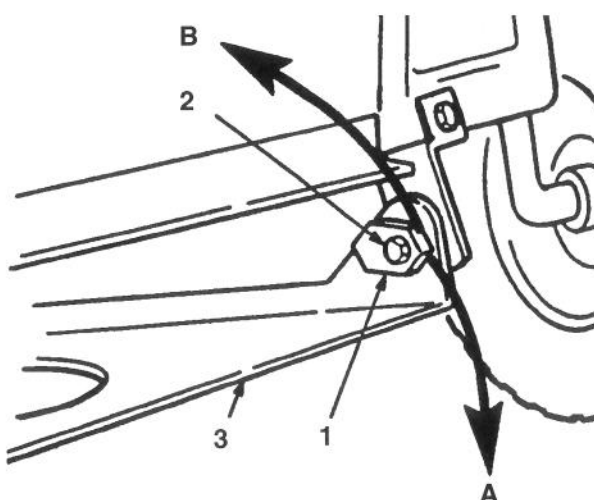

Bild 52
8. Die vorne-hinten-Neigung durch Drehen der Spezialmutter, die der Neigungseinstellung dienen, an beiden Seiten der Mähwerk-Gelenkaufhängung einstellen (Bild 52).
9. Die linke Neigungseinstellmutter mit einem 2,54cm Schlüssel oder einer Nuß langsam nach unten drehen, um die Vorderseite des Mähwerks anzuheben oder aufwärts, um das Mähwerk vorne abzusenken (Bild 52). Die Neigungseinstellmutter solange drehen, bis die Vorderseite des Mähwerks 6,4 bis 15,8mm tiefer als die Rückseite steht.